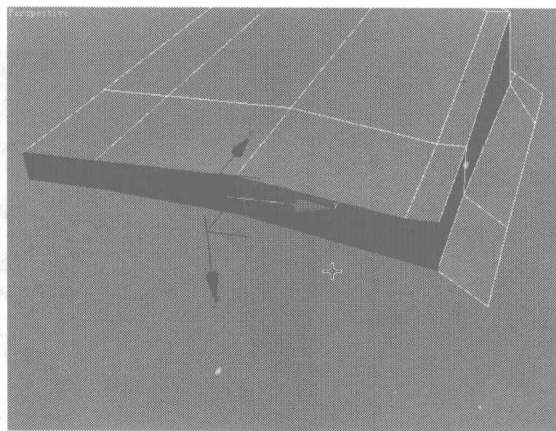

图 4.340
- 17** 在 Left 视图中用缩放工具平行缩放、调整各节点，再选择其左侧接缝处的面，如图 4.340 所示，将其删除。